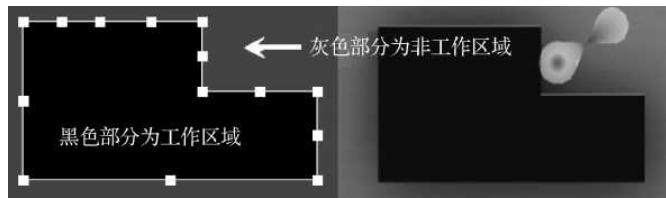

图 8-28 手绘板框效果图
(4) 重复上述操作步骤，按照要求绘制出一个封闭的板框区域。
(5) 选中所绘制的闭合的板框（一定是闭合的，不然会定义不成功），执行菜单命令“设计-板子形状-按照选中对象定义”，即可完成板框的定义。手绘板框效果图如图 8-28 所示。